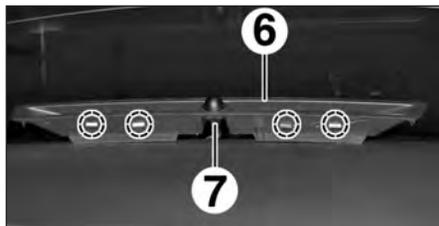

FIG.23
- l'autoradio (5).
- la grille d'aération (6) du pare-brise (Fig.23).
- Débrancher le capteur d'ensoleillement (7).
- la grille d'aération (6) du pare-brise,